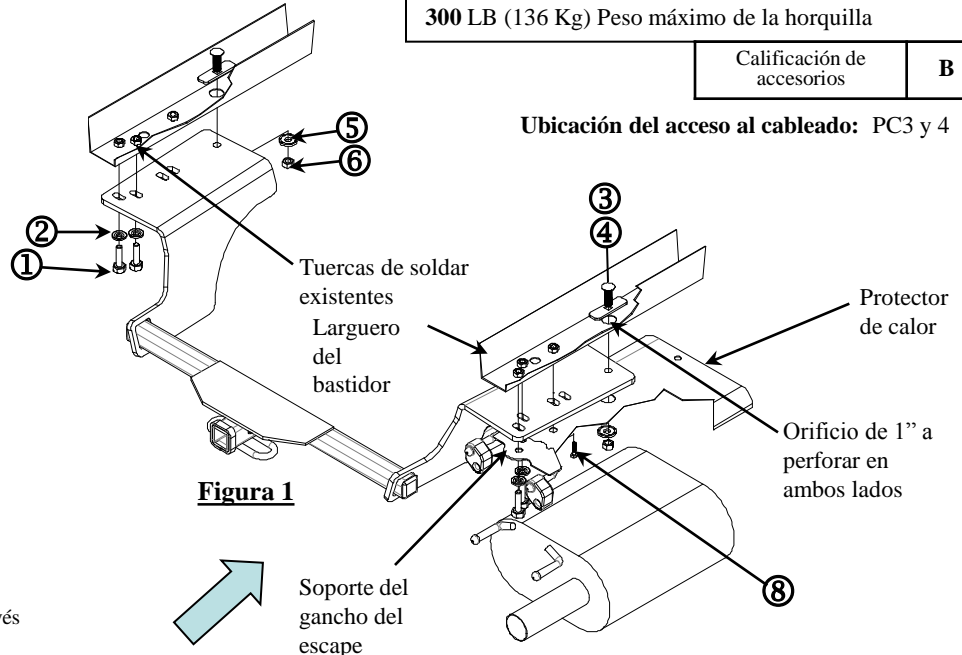

Figura 1
9. Levante el enganche a su posición ensartando el cable de halar a través del soporte. Instale los pernos M10 como se muestra en el lado del conductor. Retire el cable de halar e instale arandelas cónicas y tuercas en el lado del pasajero. Instale el soporte del gancho del escape en el lado del pasajero, luego retire el cable de halar e instale arandelas cónicas y tuercas en el lado del conductor. Ver Figura 1.